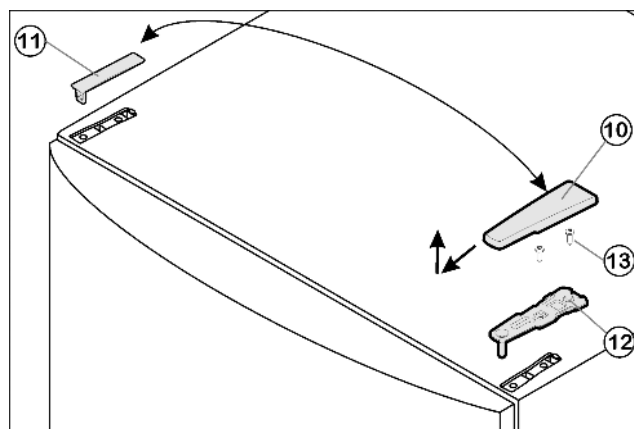

Fig. 4
- ▶ Потяните крышку Fig. 4 (10) вперед и вверх.
- ▶ Снимите крышку Fig. 4 (11).
- ▶ Открутите верхний опорный кронштейн Fig. 4 (12) (2 шт. Torx® 25) Fig. 4 (13) и вытяните вверх.
- Установите верхний опорный кронштейн Fig. 4 (12) на новой стороне шарнира и защелкните в дверце.
- Прикрутите верхний опорный кронштейн Fig. 4 (12) (с моментом 4 Нм) (2 шт. Torx® 25) Fig. 4 (13). При необходимости сделайте отверстия или используйте аккумуляторную отвертку.
- Защелкните крышку Fig. 4 (10) и крышку Fig. 4 (11) на противоположной стороне.